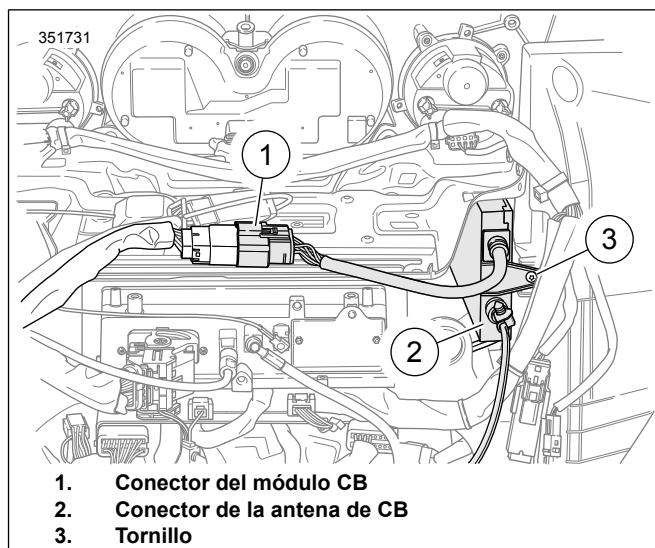

Figura 3. Conectores del arnés del fuselaje interior
5. Vea Figura 3 . Enchufe el conector hembra de 12 patillas al CB [184] (1).